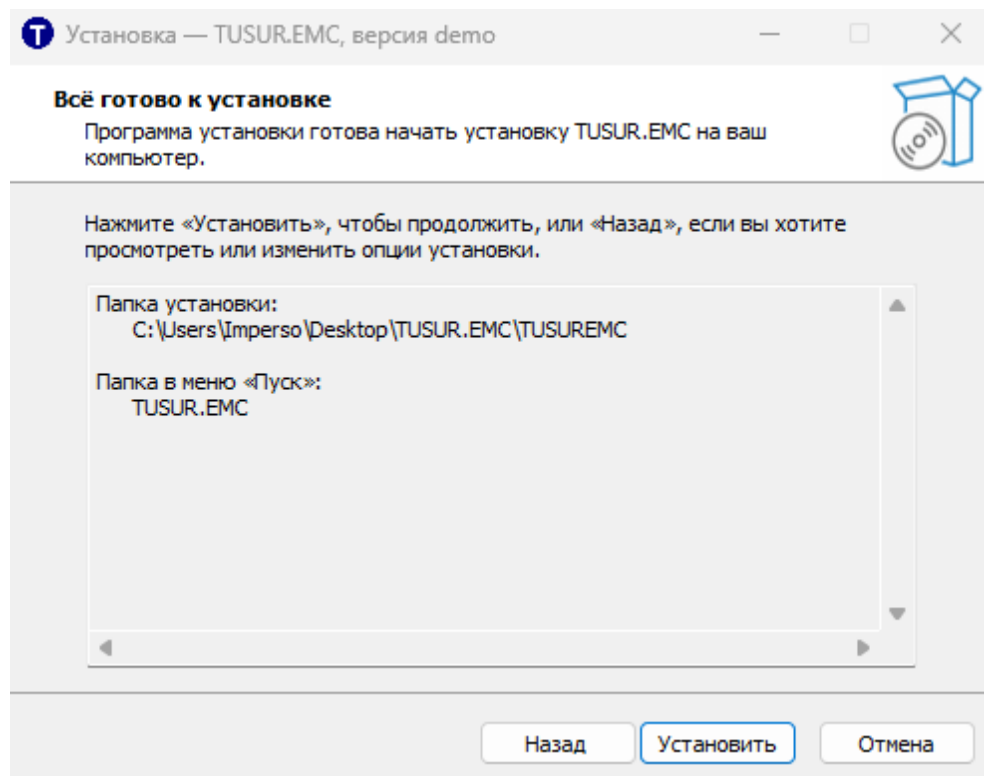

Рисунок 1.4 – Окно проверки опций установки в мастере установки ПО
4. Затем мастер установки проинформирует, что всё готово к установке и представит опции установки для проверки (путь установки ПО и название папки в меню «Пуск»). Чтобы приступить к установке нужно нажать кнопку «Установить» (рисунок 1.4).